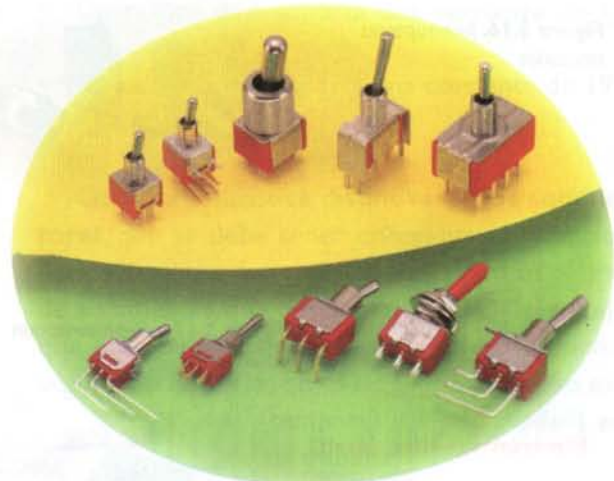

Figura 3.13. Interruptores de codillo o de palanca
**De codillo (toggles):** son mecánicamente más robustos que los anteriores y manejan corrientes más altas; su accionamiento se hace mediante una pequeña palanca. **Figura 3.13**